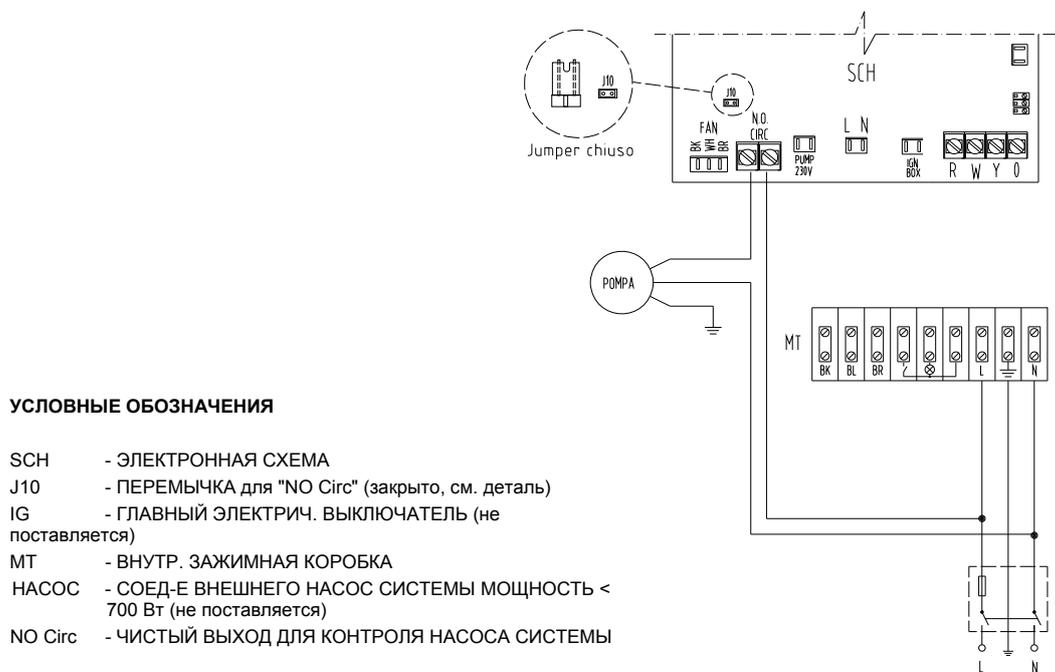
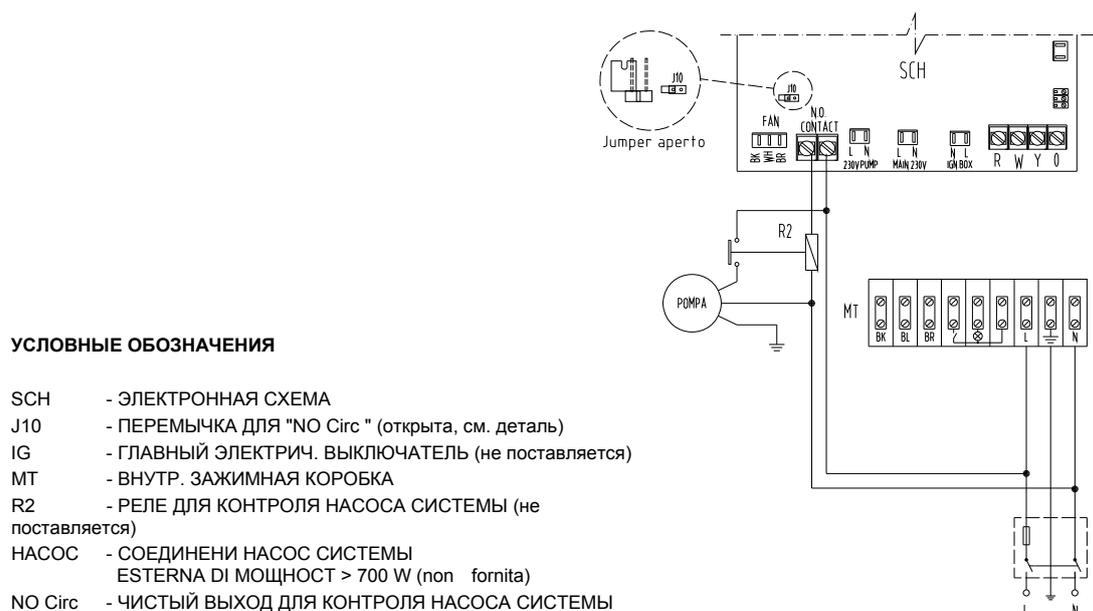
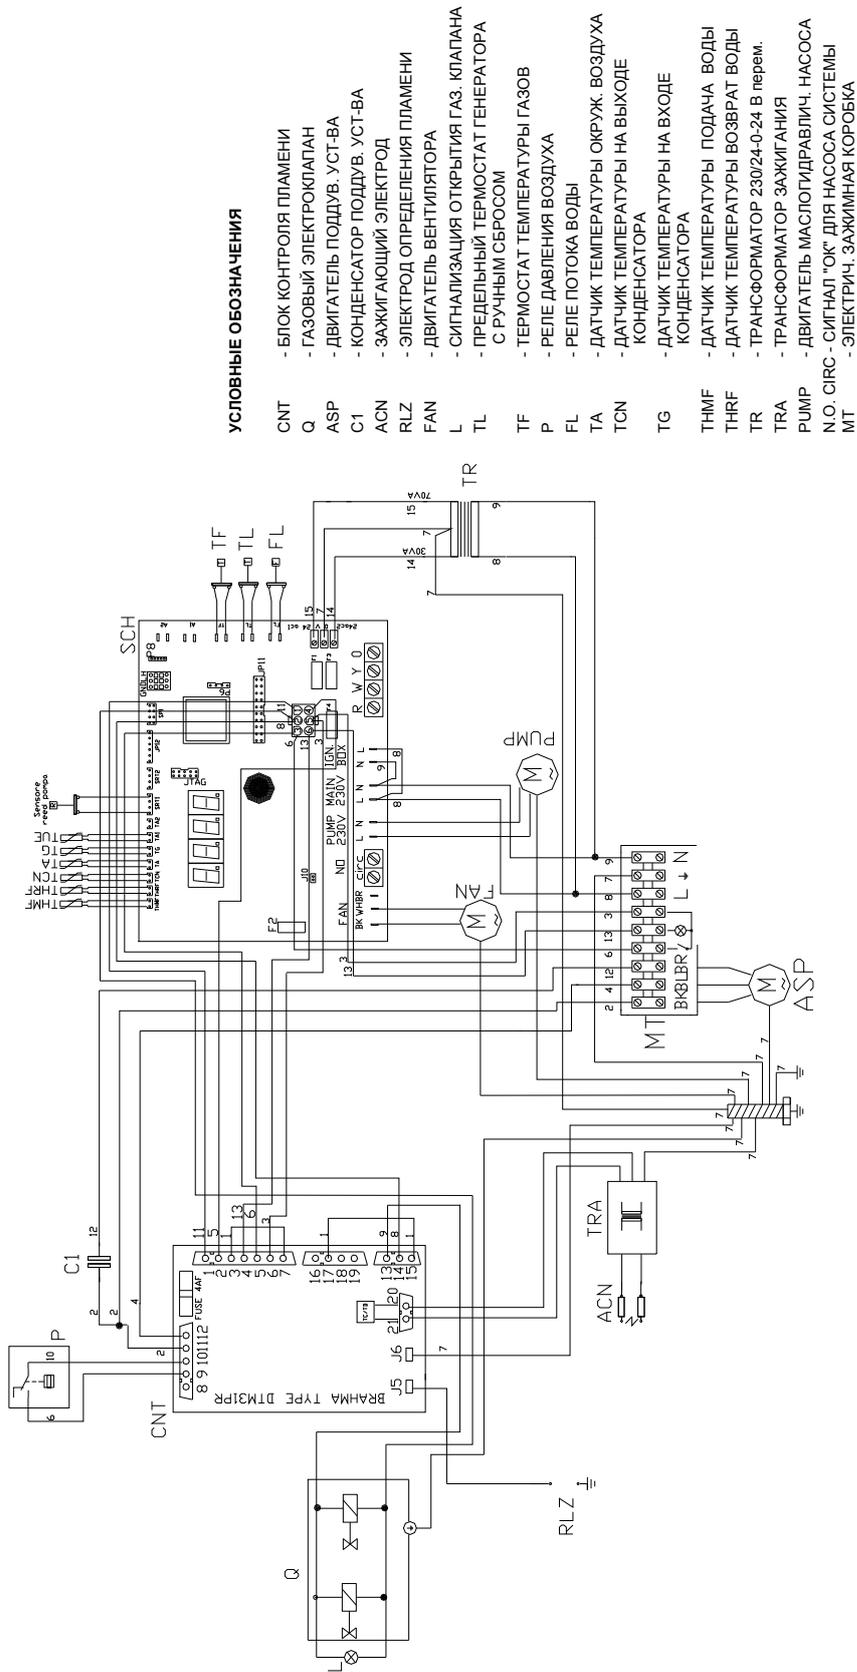

Рисунок 19 – Подсоединение насоса с потребляемой мощностью < 700 Вт, управляемого напрямую со схемы. Размещение насоса - смотри Рисунок 14, стр. 46
Рисунок 20 – Подсоединение насоса с потребляемой мощностью ≥ 700 Вт, управляемого со схемы через реле. Размещение насоса - смотри Рисунок 14, стр. 46
Рисунок 21 – Внутренняя проводка "ACF60-00"
- Выполнить соединения по электрическим схемам на Рисунок 19 и Рисунок 20, стр. 58 и Рисунок 21 на стр. 59.
Если потребляемая мощность насоса ниже 700 Вт, выполнить соединение как показано на Рисунок 19, стр. 58 и проверить, что переключатель (J10, внизу слева от электронной схемы, над контактами "NO Circ") ЗАМКНУТА как показано в детали "Переключатель замкнут".
Если потребляемая мощность насоса равна или выше 700 Вт, выполнить соединение как показано на Рисунок 20, стр. 58, используя контрольное реле. В этом случае необходимо ОТКРЫТЬ переключатель (J10, внизу слева от электронной схемы, над контактами "NO Circ"), расположив ее как показано в детали "Переключатель открыт" на этом же рисунке.